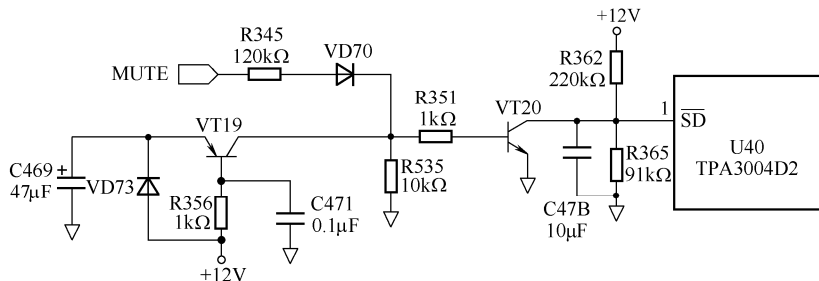

图 5-42 静音控制电路
(4) 静音控制电路
静音控制电路如图 5-42 所示。在正常情况下, VT19 截止, MUTE 控制为低电平, VT20 截止, 伴音功放集成电路 U40 (TPA3004D2) ①脚为高电平, U40 正常工作。